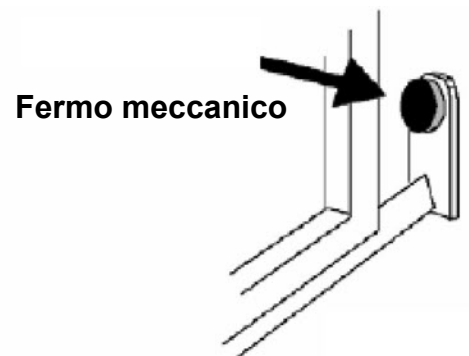
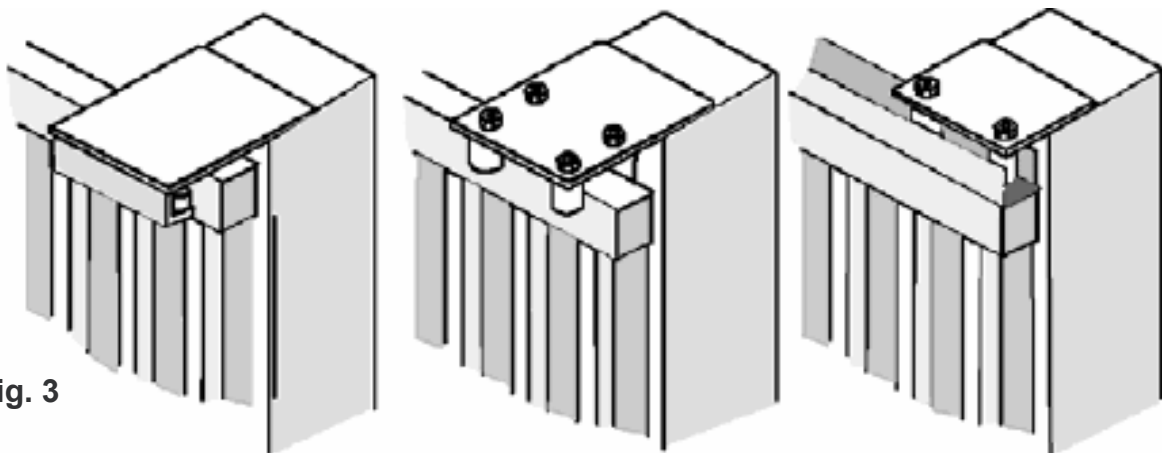

Fig. 2
Fig. 3
- Avant de procéder à l'assemblage de l'automatisme, vérifier que le portail soit parfaitement en fonction. Vérifier aussi que le guide de Écoulement au sol (**Fig.1**) ne présente pas de malformations et que sois parfaitement au niveau et sois présent la butée mécanique d'arrêt en ouverture (**Fig.2**) afin d'éviter que le portail sorte dehors des guides supérieurs, (**Fig.3**)
- Vérifier le guide d'écoulement supérieur (**Fig.3**) que sois bien solide et le portail coule librement.